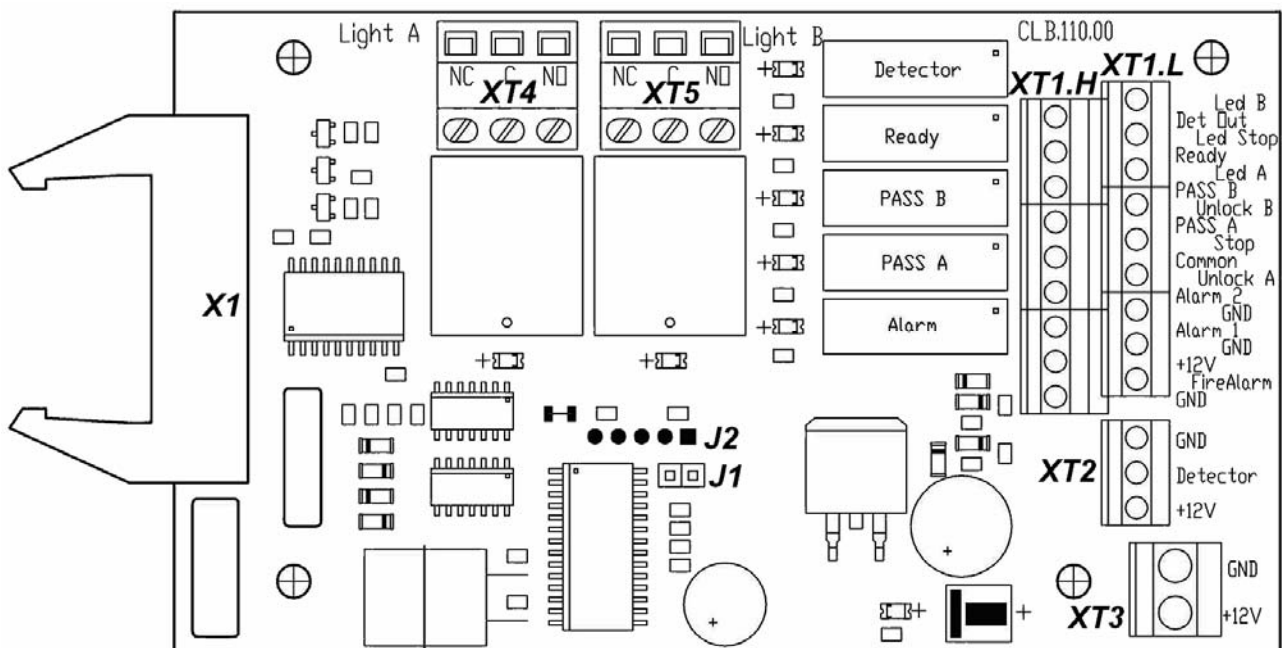
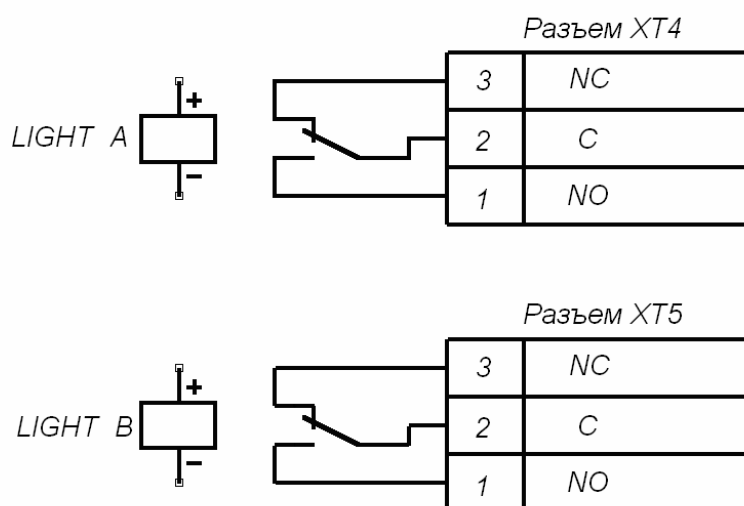

Рисунок 5. Внешний вид платы CLB
Рисунок 9. Выходные каскады для Light A и Light B
ПДУ подключается к плате CLB гибким многожильным кабелем (11) через клеммную колодку **XT1.L** (см. рис. 5 и 12).
Изменить ориентацию ПДУ относительно установки турникета (если по месту установки турникет обращен к оператору не лицевой, а тыльной стороной) можно, поменяв местами провода от ПДУ, подключаемые на контакты *Unlock A* и *Unlock B*, а также *Led A* и *Led B* соответственно (см. рис. 5 и 12).
На плате CLB (см. рис. 5) расположены:
Подключение указанных устройств производится с помощью кабеля (11) к соответствующим клеммным колодкам **XT1.L** и **XT1.H** платы CLB в соответствии со схемой электрических соединений (см. рис. 5 и 12).
Обозначения установленных на плате CLB клеммных колодок и назначение их контактов показаны на рис. 5.
Факт срабатывания / отпускания реле **PASS A**, **PASS B**, **Ready**, **Detector** и **Alarm** можно определить по загоранию/гашению красных индикаторов, которые установлены вблизи указанных реле (см. рис. 5).
Режим управления определяется наличием перемычки на разъеме **J1** (расположение разъема **J1** показано на рис. 5: перемычка установлена – импульсный режим управления, перемычка снята – потенциальный режим управления). При поставке перемычка установлена.
Подключение ДКЗП производится к клеммной колодке **ХТ2**, а сирены – к клеммной колодке **ХТ1.Н** платы CLB согласно схеме электрических соединений (рис. 5 и 12). ДКЗП должен иметь нормально-замкнутые контакты.
На контакты *Det Out* и *Common* клеммной колодки **ХТ1.Н** платы CLB (рис. 5) всегда транслируется сигнал о текущем состоянии ДКЗП.
Подключение устройства, подающего команду аварийной разблокировки, производится к клеммной колодке **XT1.L** платы CLB согласно схеме электрических соединений (см. рис. 5 и 12). Если вход *Fire Alarm* не используется, то необходимо установить перемычку между контактами *Fire Alarm* и *GND*. При поставке данная перемычка установлена.
Выносные индикаторы подключаются на клеммные колодки **XT4 (Light A)** и **XT5 (Light B)**. При этом реле **Light A (Light B)** активизировано (на его обмотку подано напряжение), когда горит соответствующая данному направлению прохода зеленая стрелка на блоке индикации, и нормализовано (на его обмотку напряжение не подано), когда соответствующая данному направлению прохода зеленая стрелка на блоке индикации не горит. Факт срабатывания / отпускания реле **Light A** и **Light B** можно определить по загоранию / гашению красных индикаторов, которые установлены вблизи указанных реле (см. рис. 5). Выходные каскады для сигналов *Light A* и *Light B* – перекидные контакты реле (см. рис. 9) со следующими характеристиками сигналов: